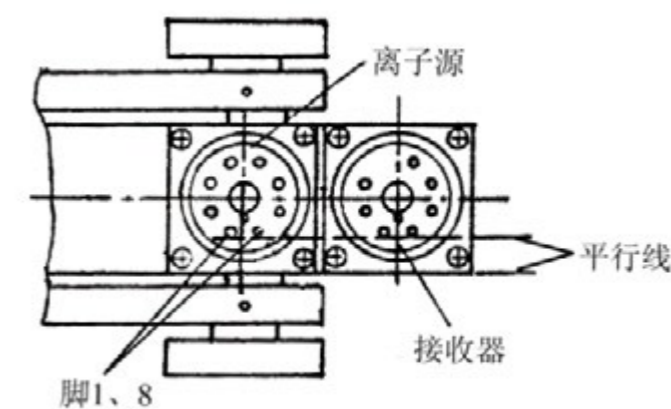

图 4-2 离子源对中方法
4. 把新离子源放入腔体，注意定位键方向，如图 4-2，脚 1 和脚 8 联线应平行于壳体边沿。